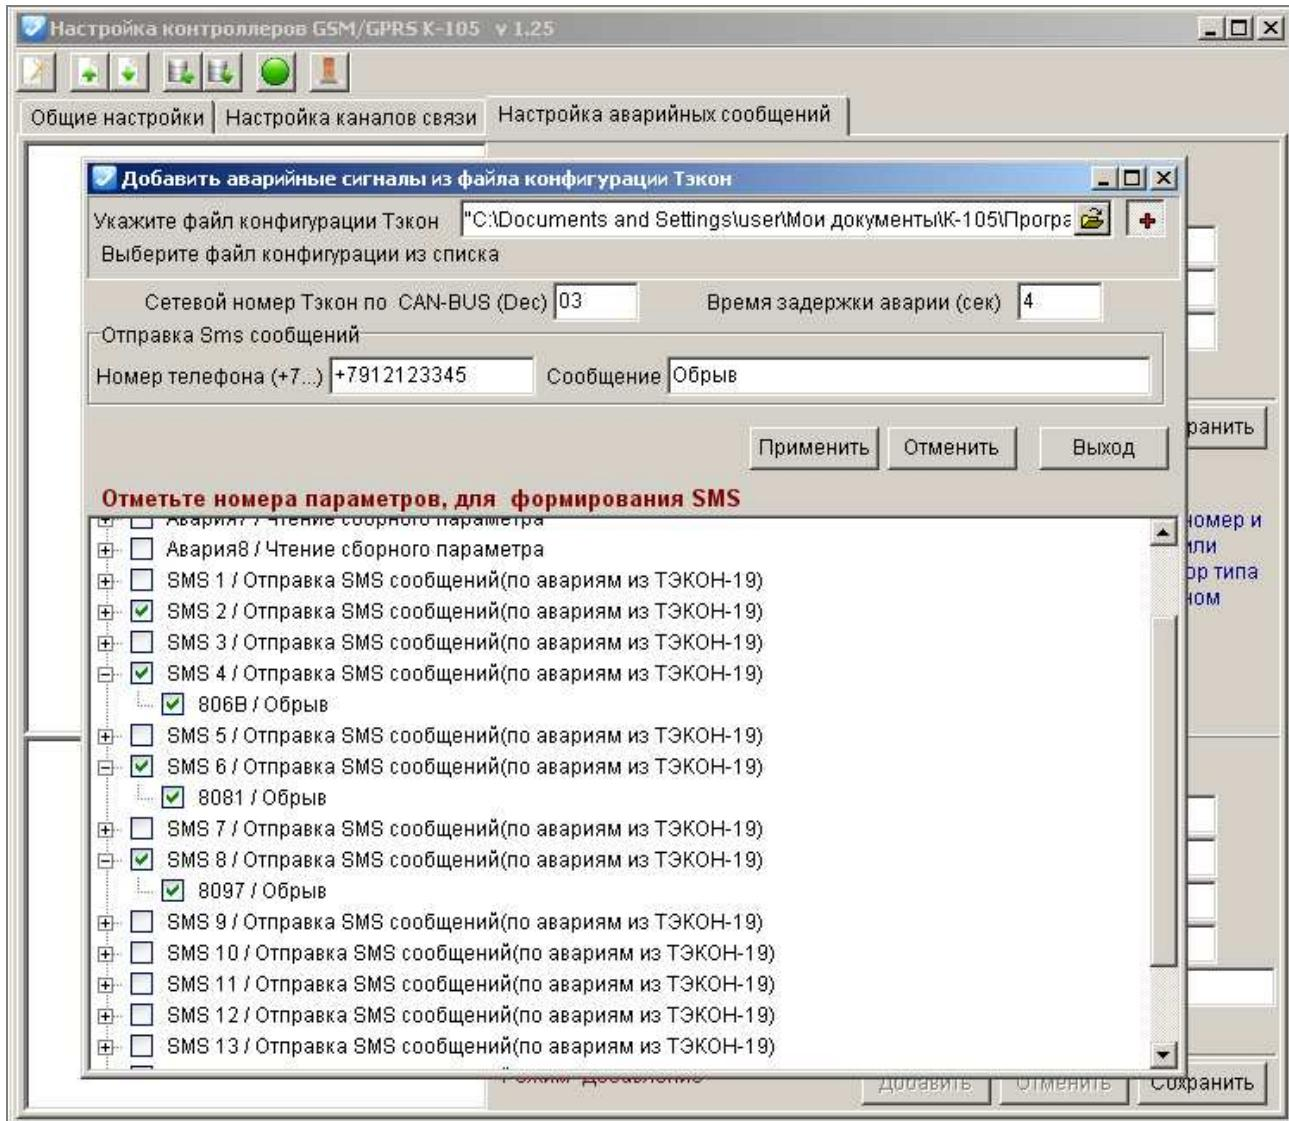

Рисунок 44. Выбор аварийных сообщений
- установите флажки  в строках тех параметров, которые необходимо назначить для формирования SMS (Рисунок 44);